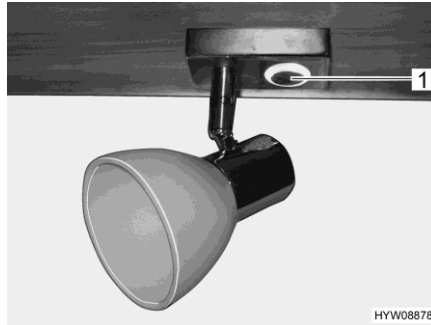

Bild 100 Lampa med brytare
- Rör kort vid brytaren (Bild 100,1). Brytaren lyser som dimmerljus.